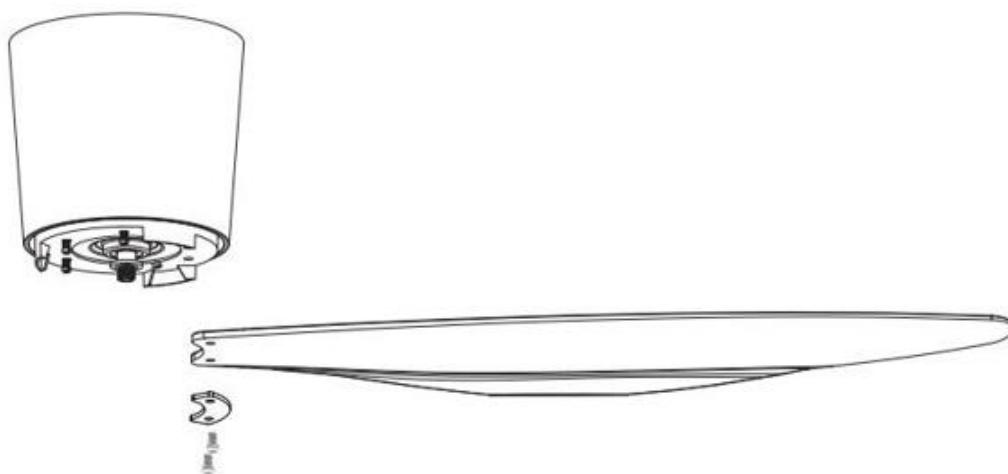

Fig. 10
- 와셔가 있는 날개 나사 3개를 사용하여 실링팬 날개를 모터 모듈에 장착합니다. (Fig. 10)